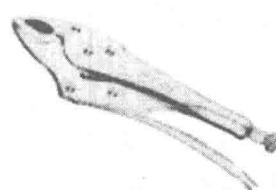
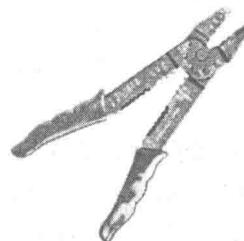

图 1-14 铆钉钳
图 1-15 多功能钳子
(3) 钳子 钳子用于夹持或弯折薄形片、切断金属丝材及其他用途。常用的钳子有钢丝钳、弯嘴钳、尖嘴钳等。新型的钳子有紧线钳（图 1-13）、铆钉钳（图 1-14）、多功能钳子（图 1-15）等。